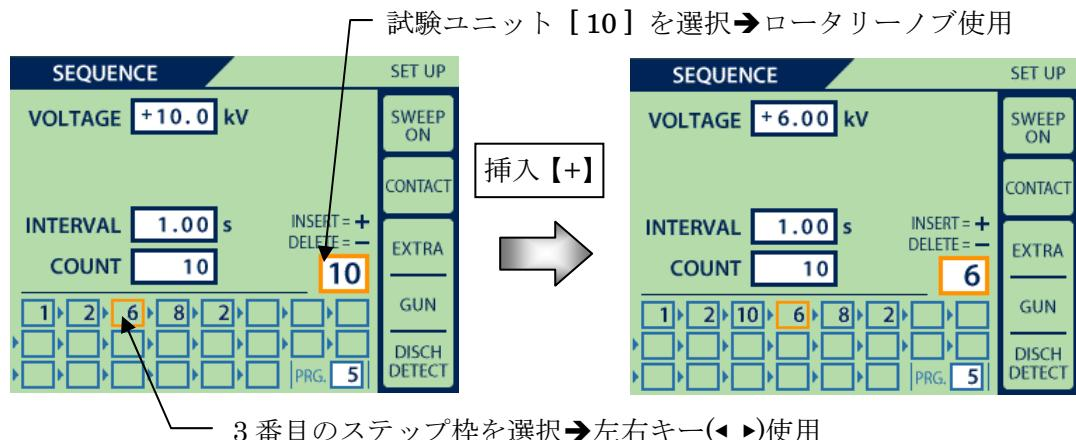

図 17.4 シーケンスプログラム作成例
- 4) 次ページ、図 17.4 シーケンスプログラム作成例を参考に、シーケンスプログラムを作成してください。